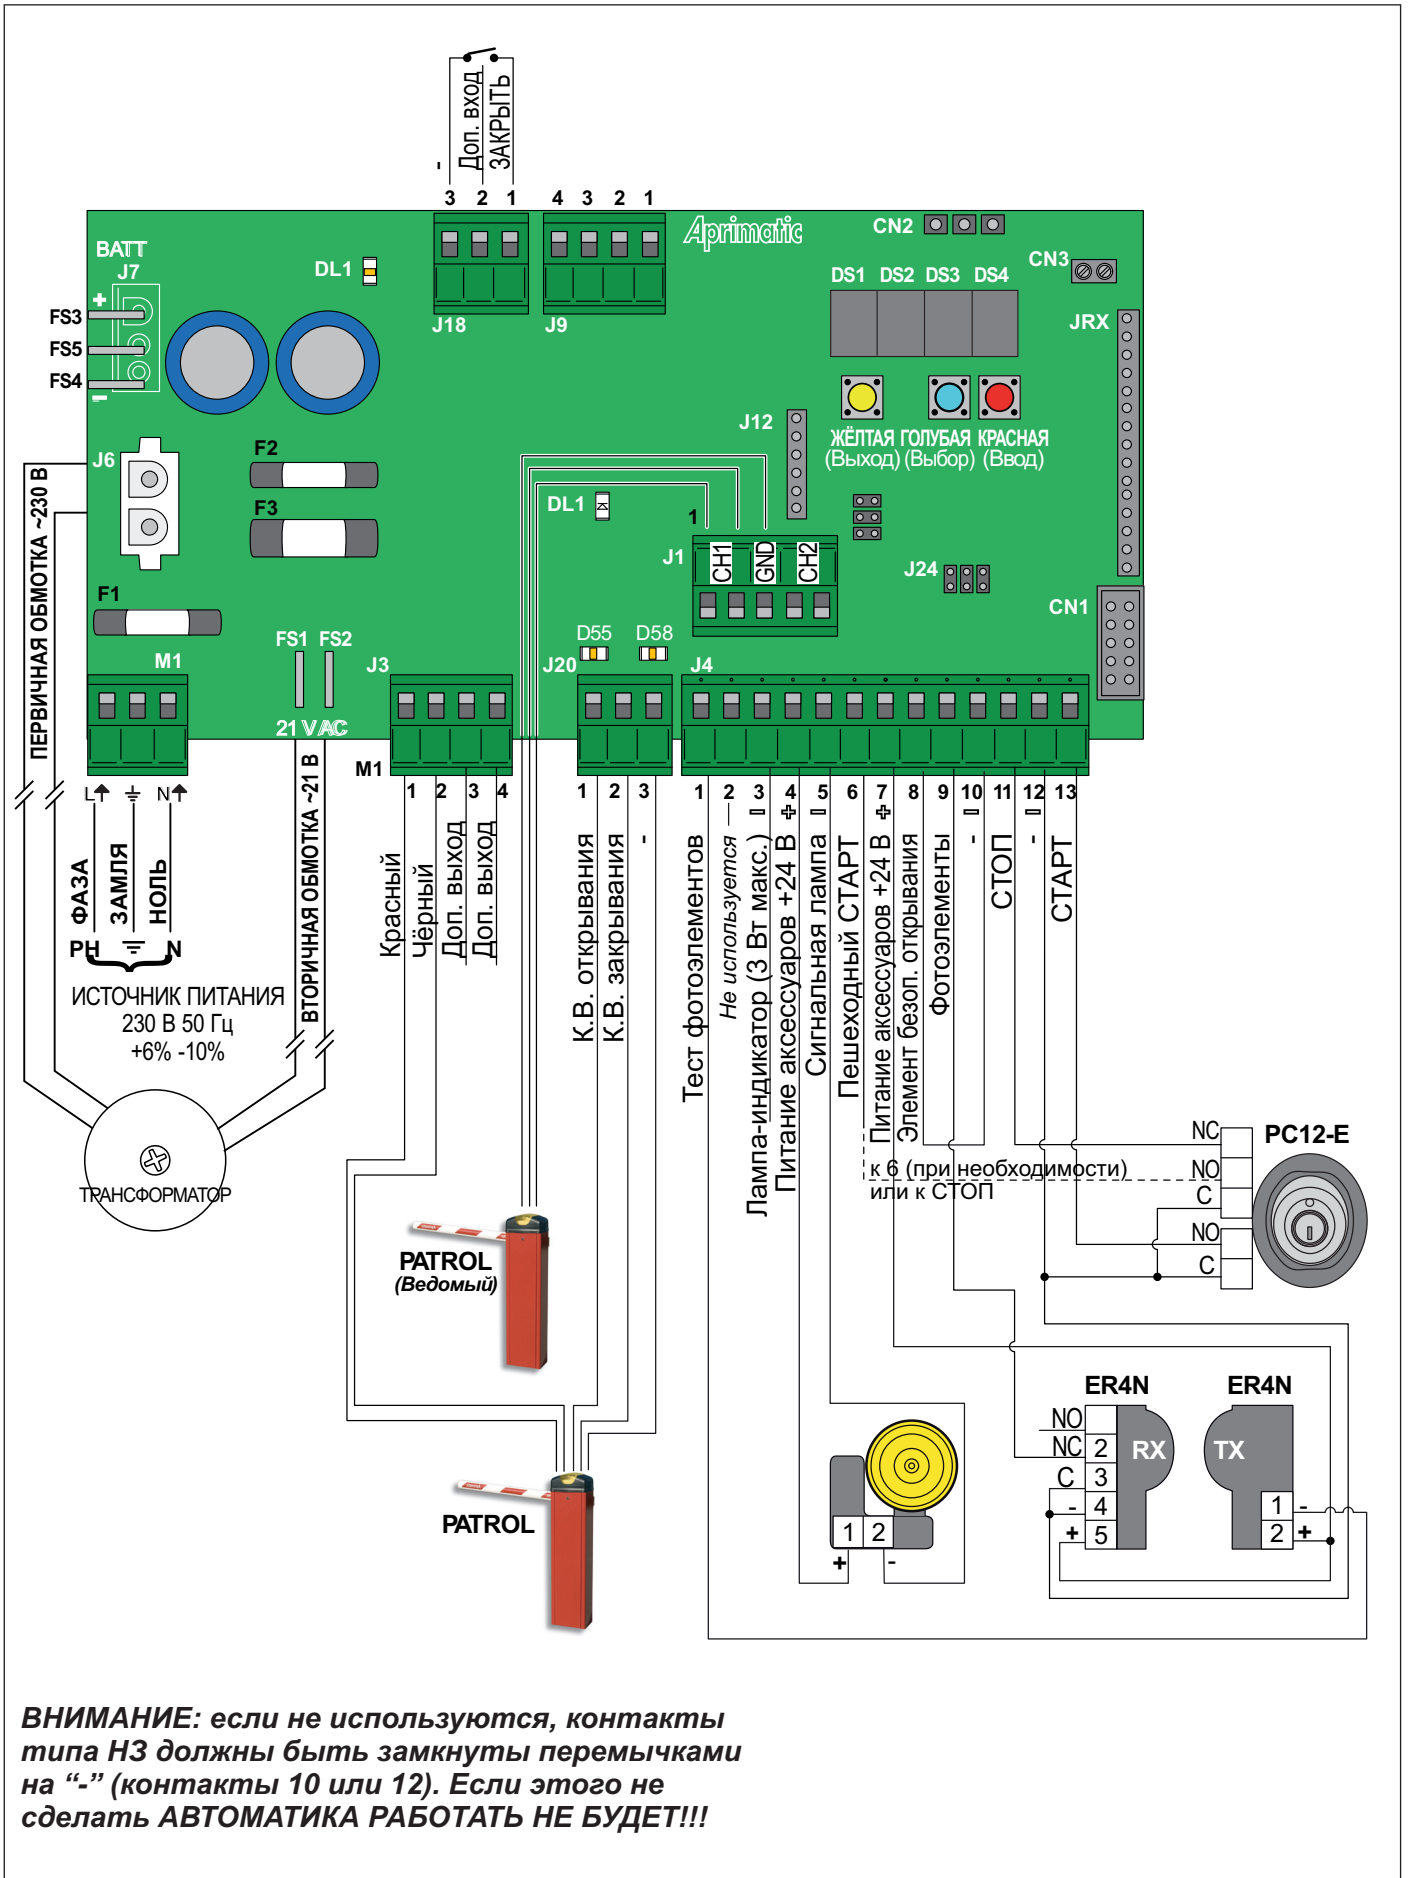

Рис.2 - Подключение блока управления
Перед монтажом компонентов системы, необходимо подготовить электрическую систему (проложить кабели и кабель-каналы с требуемыми характеристиками). При подготовке электрической системы следуйте инструкциям приведённым на рис.2, а также информации приведённой в инструкции по монтажу шлагбаума. Также необходимо следовать инструкциям и рекомендациям приведённым в руководствах, поставляемых в комплекте с компонентами системы.
**ВАЖНО!** Следуйте информации и рекомендациям указанным в инструкциях для каждого из компонентов системы. Убедитесь, что все подключения выполнены корректно, в соответствии с диаграммой подключения компонентов на (см. Рис.2).